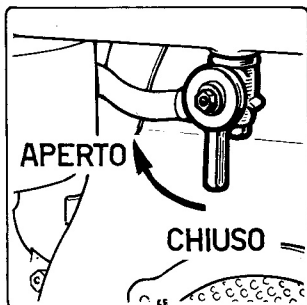

FIG. 3
- Aprire il rubinetto 9) (Fig. 3);